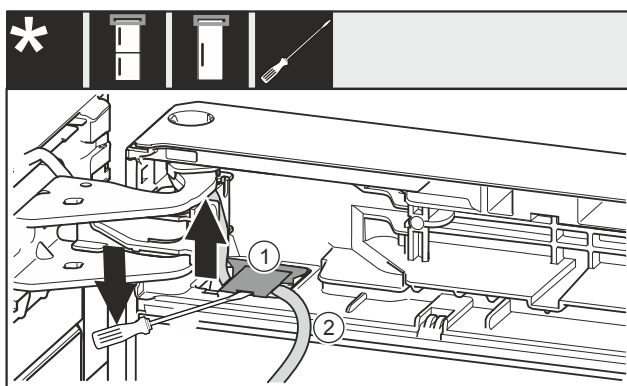

Fig. 24
► Dvignite pokrov Fig. 24 (1) in ga izvlcite s ploščatim izvijačem.
► Izvlcite kabel Fig. 24 (2).